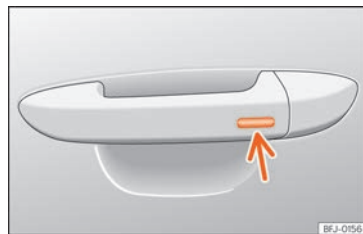

Abb. 94 Türgriff: Sensorfläche.
- Halten Sie einige Sekunden lang einen Finger über die Verriegelungssensorfläche »» **Abb. 94** (Pfeil) am Türgriff, damit das Dach geschlossen wird. Wenn Sie die Sensorfläche nicht mehr berühren, wird die Schließfunktion unterbrochen.